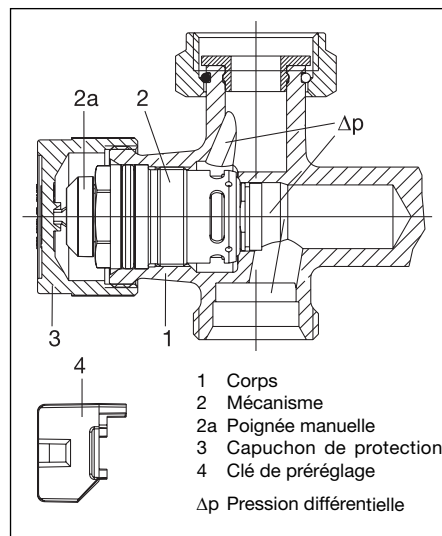

Fig. 7 Conception du robinet thermostatique
Le débit maximal peut être réglé à l'aide de la clé de pré-réglage (pos. 4, fig. 7) (voir paragraphe 6.2.2).
Avec l'appareil de mesure raccordé, la pression différentielle disponible au corps de robinet est mesurée. Pour ce faire, dévisser le mécanisme (pos. 2, fig. 7) à l'aide du «Demo-Bloc» et effectuer une mesure avec la tige pour mesurer la pression différentielle. Dès que la pression différentielle mesurée atteint un niveau supérieur ou égal à la pression différentielle  $\Delta p$  min. (voir 4.1), elle est assez élevée pour permettre la régulation automatique du débit par le robinet.
Le raccord est livré avec un capuchon de protection plastique (pos. 3, fig. 7) protégeant la tige du robinet et servant au réglage manuel du robinet thermostatique pendant les travaux de construction.
Procéder au préréglage selon la valeur souhaitée à l'aide de la clé de préréglage (pos. 4, fig. 7). Le préréglage ne peut être effectué qu'à l'aide de la clé de préréglage fournie qui est montée sur la poignée manuelle (pos. 2a, fig. 7). Cela évite tout risque de dérèglement de la valeur réglée par des personnes non autorisées.
Dans ce cas, dévisser le mécanisme (pos. 2, fig. 7) du corps (pos. 1, fig. 7) à l'aide du «Demo-Bloc» sans vidanger l'installation.